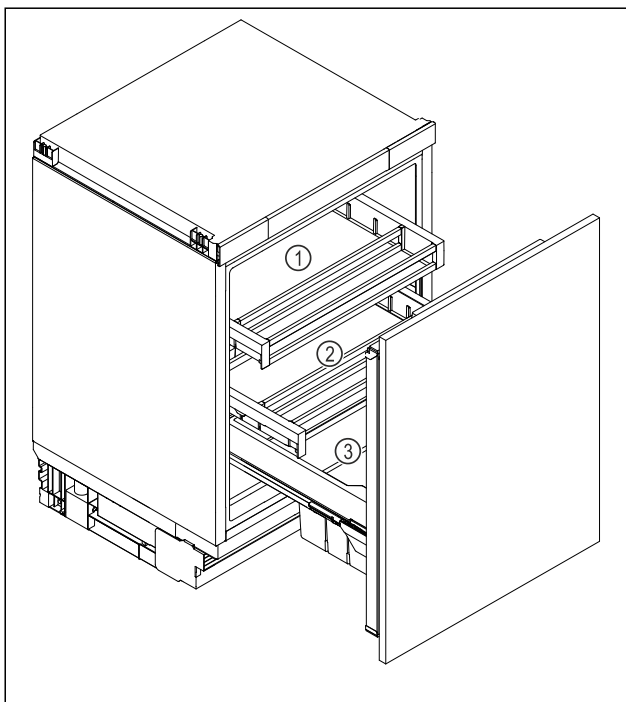

Fig. 6
- ▶ Oberes Schubfach Fig. 6 (1): Butter, Käse, Konserven und Tuben lagern.
- ▶ Unteres Schubfach Fig. 6 (2): Leicht verderbliche Lebensmittel wie fertige Speisen, Fisch, Fleisch- und Wurstwaren lagern.
- ▶ Obst- und Gemüsebox Fig. 6 (3): Verpacktes Obst und Gemüse lagern.
- ▶ Getränkefach Fig. 6 (3): Einzelne Flaschen lagern.